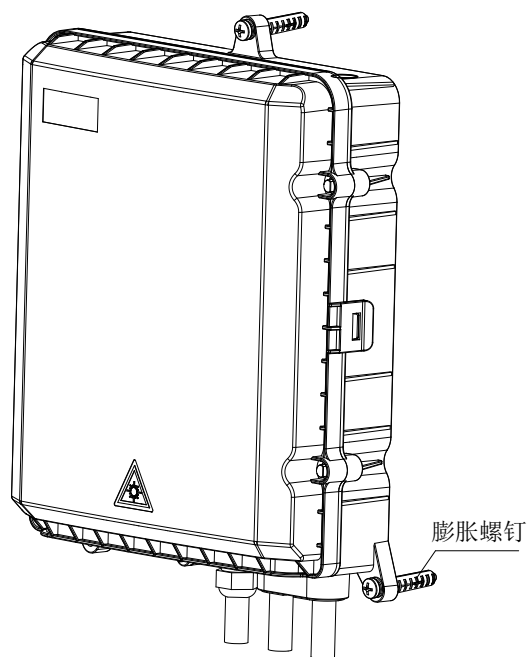

图 9
⑩ 挂壁安装：用三颗膨胀螺钉，从挂壁固定孔内把光纤配线终端盒固定在墙壁上即可。见图 9